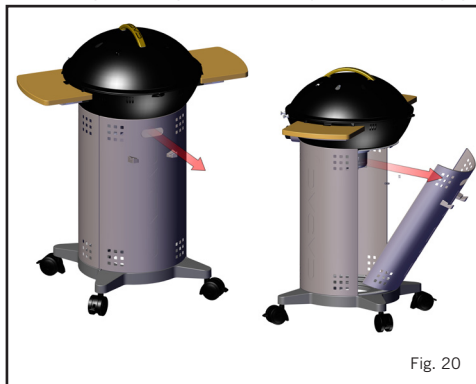
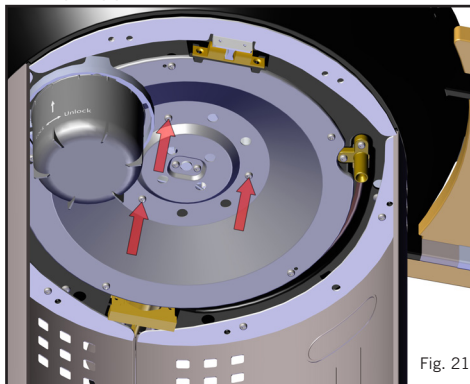
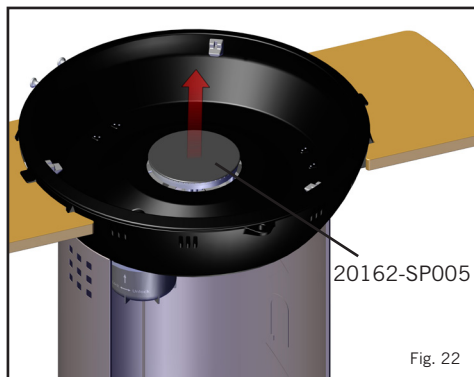
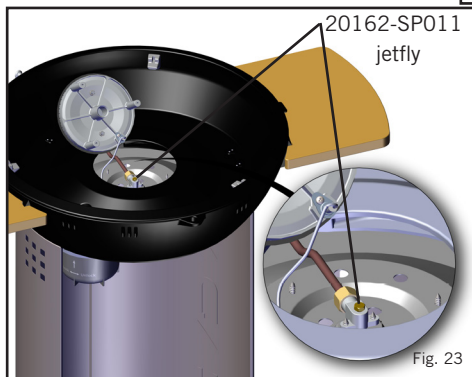

Fig. 20
Fig. 21
Fig. 22
Fig. 23
- **Skifte ut dysen:** Trekk ut bakplaten med håndtaket (fig. 20). Fjern lokket, grillristen, gryteholderen og eventuelle andre løse deler fra grillen. Skru løs de 3 skruene fra undersiden av grillen (fig. 21) slik at brenneren løsnes. Løft brenneren forsiktig ut (fig. 22). Vær oppmerksom på at brenneren er festet til ledningen til piezotenneren. IKKE rykk brenneren hardt ut, da risikerer du at ledningen til piezotenneringen rives over. Legg brenneren forsiktig til side slik at dysen (fig. 23) blir tilgjengelig. Dysen kan nå fjernes med en egnet skrutrekker. Ikke bruk tang, for dette kan skade dysen slik at den blir ubrukelig eller ikke lar seg fjerne. Skru den nye dysen inn i ventilen. Ikke stram for hardt, for dette kan ødelegge dysen.